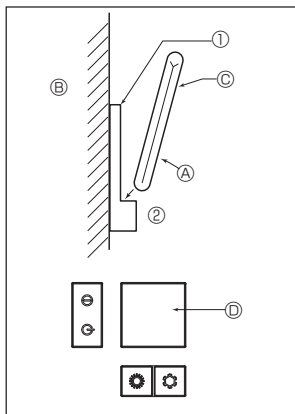
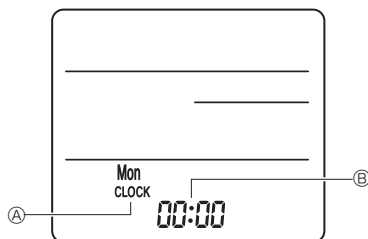

Fig. 7-9
Fig. 7-10
2) Installation (Fig. 7-9)
① Die Halter der Fernbedienung mit 2 Blechschrauben am gewünschten Ort anbringen.
② Die Unterseite der Fernbedienung in den Halter einsetzen.
③ Fernbedienung ④ Wand ⑤ Display ⑥ Empfänger
3) Einstellung (Uhreinstellung) (Fig. 7-10)
① Batterien einlegen oder die Taste **CLOCK** mit einem spitzen Gegenstand drücken. [CLOCK] ④ und [.] ⑤ blinken.
② Die Taste **RESET** mit einem spitzen Gegenstand drücken.
③ Die Taste **DAY** zum Einstellen der Zeit drücken.